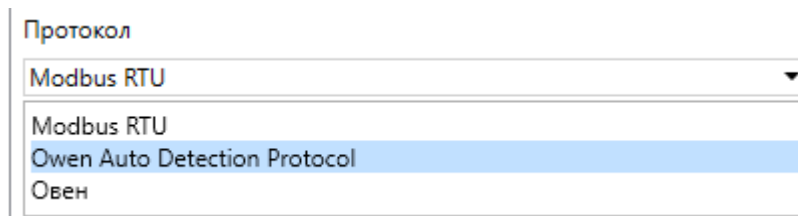

Рисунок 7.3 – Выбор протокола
1. В выпадающем меню **«Протокол»** выбрать протокол **«Owen Auto Detection Protocol»** (см. рисунок 7.3).